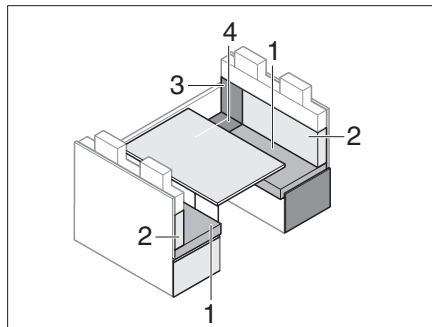

Fig. 208 Prima della trasformazione
- Rimuovere i cuscini dello schienale (Fig. 208,2) e riporli di lato.